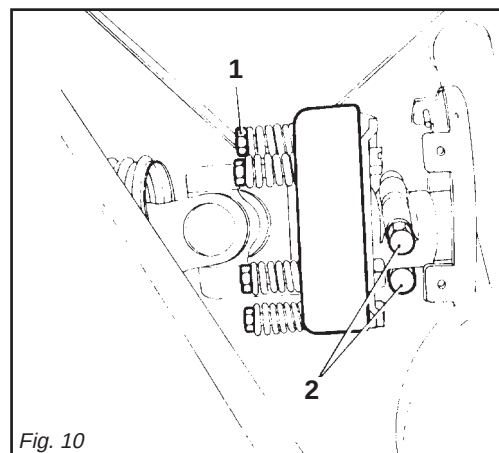

Fig. 10
La frizione è già pre-regolata per uno sforzo medio. Se slitta troppo facilmente (surriscaldandosi) è necessario avvitare uniformemente tutti i dadi (1 Fig. 10) che stringono le molle. Qualora l'albero cardanico fornito abbia il mozzo con bloccaggio a bulloni (2 Fig. 10), assicurarsi che questi siano serrati con forza.
The clutch is already pre-adjusted for average stress. If it slips too easily (and overheats), it will be necessary to evenly tighten all the nuts (1 Fig. 10) that retain the springs. If the supplied cardan shaft has a bolt-locked hub (2 Fig. 10), check that these bolts are fully tightened.
Die Gelenkwelle kann mit einer Sicherheitskupplung ausgerüstet werden, um die Getriebeteile des Gerätes vor Überlastungen und/oder Beanspruchungen zu schützen. Die Gelenkwelle darf keine Neigung über 10 Grad aufweisen (Abb. 3). Die Kupplung ist auf eine mittlere Beanspruchung voreingestellt. Wenn die Kupplung zu schnell schlupft (Überhitzung), muß man alle Muttern (1 Abb. 10), die die Federn spannen, noch weiter anziehen.
Sollte die mit dem Gerät gelieferte Gelenkwelle eine mit Schraubbolzen blockierte Nabe (2 Abb. 10) haben, sicherstellen, daß diese angezogen sind.
L'arbre à cardans peut être équipé d'embrayage de sécurité pour protéger les organes de transmission de la machine en cas d'efforts ou de surcharges excessives. L'inclinaison du cardan de doit pas dépasser 10 degrés (Fig. 3). L'embrayage est déjà réglé pour un effort moyen. Lorsqu'il patine facilement (en se surchauffant) il faut visser de manière uniforme tous les écrous (1 Fig. 10) de serrage des ressorts.
Si le moyeu de l'arbre à cardans dispose d'un blocage par boulons (2 Fig. 10), assurez-vous que ces derniers sont bien serrés.
El embrague está ya pre-regulado para un esfuerzo medio. Si patina muy fácilmente (recalentándose) es necesario ajustar uniformemente todas las tuercas (1 Fig. 10) que apretan en el resorte.
Si el árbol cardánico tiene el cubo con bloqueo de bulones (2 Fig. 10), controlar que estos últimos estén bien ajustados.
Se la frizione non slitta, svitare uniformemente tutti i dadi (1 Fig. 10) che fissano le molle. Svitare un giro alla volta e verificare la frizione dopo circa 300 metri di lavoro. Se necessario ripetere l'operazione, sempre svitando un giro alla volta. Se la frizione mantiene durante il lavoro una temperatura di circa 40-50 gradi circa significa che è regolata in modo corretto. **Non serrare mai a fondo i dadi, poiché in tal modo si elimina la funzione delle molle e dunque della frizione a danno degli organi di trasmissione.**
*If the clutch does not slip, evenly unscrew all the spring fixing nuts (1 Fig. 10). Unscrew one turn at a time and check the clutch after having worked about 300 meters. Repeat the operation if necessary, remembering to unscrew one turn at a time. If the clutch maintains a temperature of about 40-50 degrees during work, this means that it has been correctly regulated. **Never fully torque the nuts since this would void the function of the springs and, subsequently, of the clutch, thus damaging the transmission components.***
Wenn die Kupplung nicht schlupft, alle Muttern (1 Abb. 10), die die Federn spannen, gleich-mäßig lockern. Alle Muttern um eine Umdrehung losschrauben und die Kupplung nach 300 Metern Fahrstrecke prüfen. Den Vorgang falls erforderlich wiederholen, jeweils eine Umdrehung pro Versuch. Wenn die Kupplung während der Arbeit eine Temperatur von circa 40-50°C beibehält, ist sie richtig eingestellt. **Die Muttern nie ganz festziehen, weil dabei die Wirkung die Federn und damit der Kupplung aufgehoben würde, was sich schädlich auf die Getriebeteile auswirken würde.**
*Si l'embrayage ne patine pas, dévissez de manière uniforme tous les écrous (1 Fig. 10) de fixation des ressorts. Dévissez d'un tour à la fois et vérifiez l'embrayage après environ 300 mètres de travail. Si nécessaire, répétez l'opération en dévissant toujours d'un tour à la fois. Quand l'embrayage maintient une température d'environ 40-50 degrés pendant le travail, cela signifie qu'il est réglé correctement. **Ne serrez jamais à fond les écrous car cela annule la fonction des ressorts et donc de l'embrayage au détriment des organes de transmission.***
Si el embrague no patina, aflojar uniformemente todas las tuercas (1 Fig. 10) que fijan el resorte. Aflojar una vuelta a la vez y controlar el embrague luego de 300 metros de trabajo. Si es necesario repetir la operación siempre aflojando un giro a la vez. Si el embrague mantiene durante el trabajo una temperatura de 40-50 grados significa que está regulado en modo correcto. **No ajustar jamás a fondo las tuercas, ya que así se inutiliza el resorte y la fricción dañando los órganos de transmisión.**